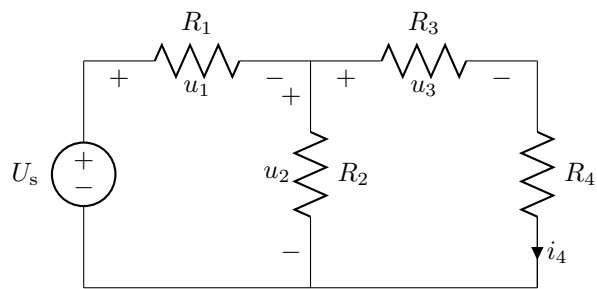

Figura 2.6: Circuito del problema 6.
6. En el circuito de la figura 2.6, aplicando divisores de voltaje y de corriente, encuentra una expresión para: a)  $u_2$ , b)  $u_3$  y c)  $i_4$ .